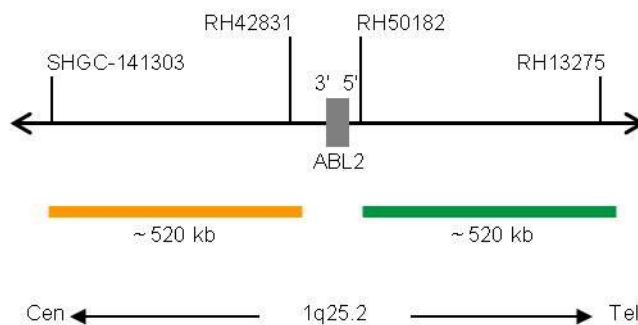

Abb. 1: SPEC ABL2 Sondenlokalisation (nicht maßstabsgetreu)
- ZyGreen (Anregung 503 nm/Emission 528 nm) markierten Polynukleotiden (~10,0 ng/μl), die gegen Sequenzen in 1q25.2\* (chr1:179,141,608-179,659,091) gerichtet sind, welche distal zur ABL2-Bruchpunktregion lokalisiert sind (siehe Abb. 1).
- ZyOrange (Anregung 547 nm/Emission 572 nm) markierten Polynukleotiden (~4,5 ng/μl), die gegen Sequenzen in 1q25.2\* (chr1:178,496,704-179,015,312) gerichtet sind, welche proximal zur ABL2-Bruchpunktregion lokalisiert sind (siehe Abb. 1).